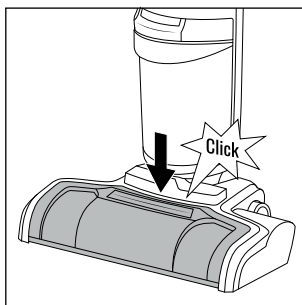

Rys. 40
- ♦ Następnie wciśnij uchwyt po lewej stronie wałka szczotkowego **6** w otwór po lewej stronie podstawy **3**, aż wałek szczotkowy **6** zatrzaśnie się słyszalnie (patrz rys. 40).